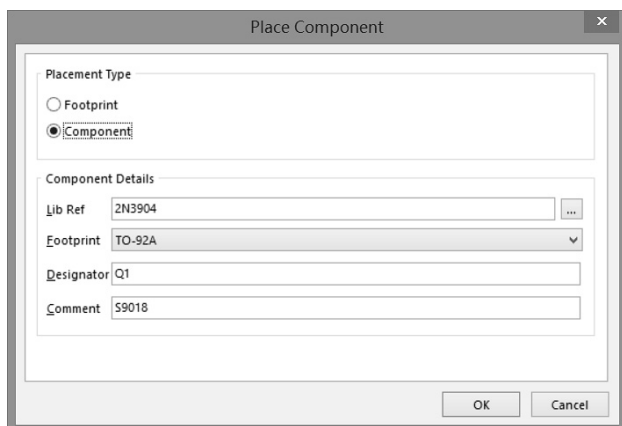

图 6-4-25 放置元器件对话框
- ① 执行菜单命令 **Place** → **Component**，弹出放置元器件对话框，如图 6-4-25 所示。
- ② 在该对话框的放置类型中，选择放置封装，可输入元器件的封装形式、序号和注释等参数。
- ③ 例如，放置三极管 S9018，选中 **Component** 单选框，依次填入三极管在元器件库中的名称 2N3904、三极管在电路中的标识符 Q1，注释 **Comment** 可以填写元器件的名称 S9018。
- ④ 再选中 **Footprint** 单选框，系统可以根据 **Component** 的选择来配制该元器件的封装，配制后的元器件封装名如图 6-4-25 所示。或者用户可以单击  按钮，在弹出的下拉菜单中选择需要的封装。
- ⑤ 单击图 6-4-25 中的 **【OK】** 按钮，鼠标指针变为十字形，并附着选定的元器件封装出现在工作窗口的编辑区内，如图 6-4-26 所示。